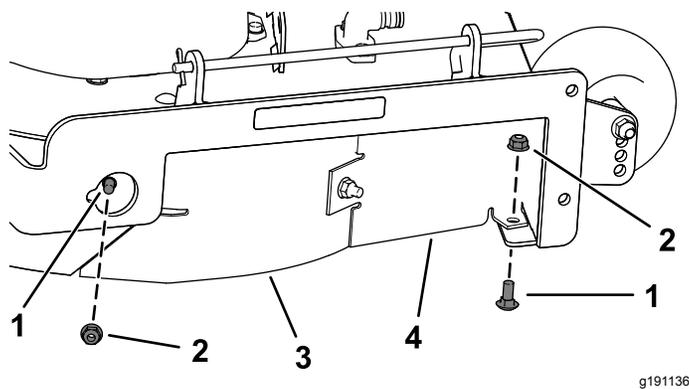

Bild 32
7. Entfernen Sie die zwei Schlossschrauben (5/16" x 3/4") und zwei Sicherungsmuttern (5/16"), mit denen das montierte rechte Ablenkblech und die Schutzvorrichtung des Ablenkblechs am Mähwerk befestigt sind (Bild 32).